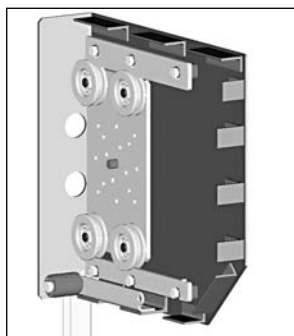

Рис.1.1. Крышка SF360/S, в сборе.
- с использованием боковых крышек SF360/S и защитного короба SB45/360 (рис. 1.1);